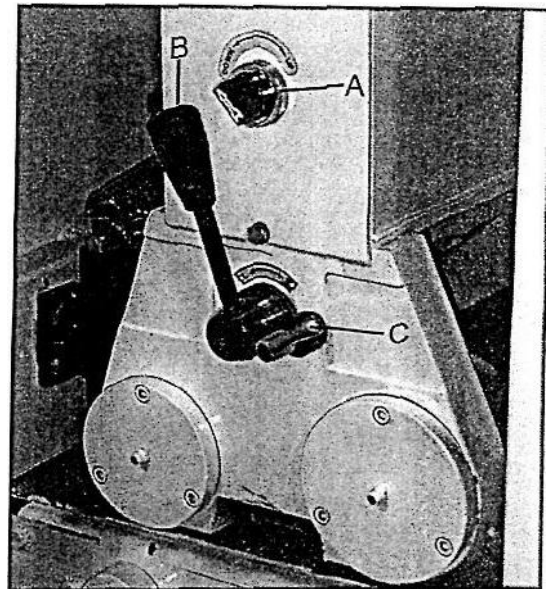

Рис. 7
4. Сделайте натяжение верхнего ролика, поворачивая переключатель (А, рис. 7) вправо.
5. Установите ручку (B, рис. 7) в желательном местоположении и зафиксируйте (C, рис. 7). Ручка перемещает по высоте плоский прижим ленты, который может работать в уровне с главным резиновый роликом для увеличения площади контакта шлифования.